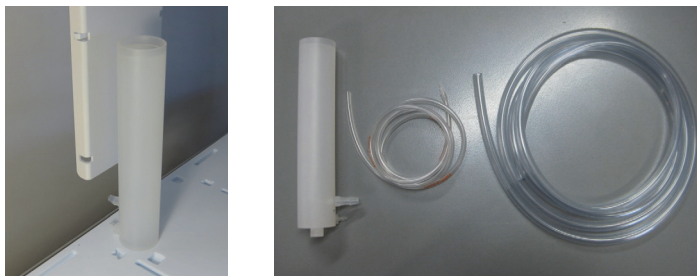

图 8 单冲洗口固定冲洗容器及套件
- 1 将固定冲洗容器的底座推入安装孔中，按照顺时针方向旋转 60 度，将其锁定到位。应使固定冲洗容器上的短接套朝向固定冲洗容器的后侧（参阅图 8）。